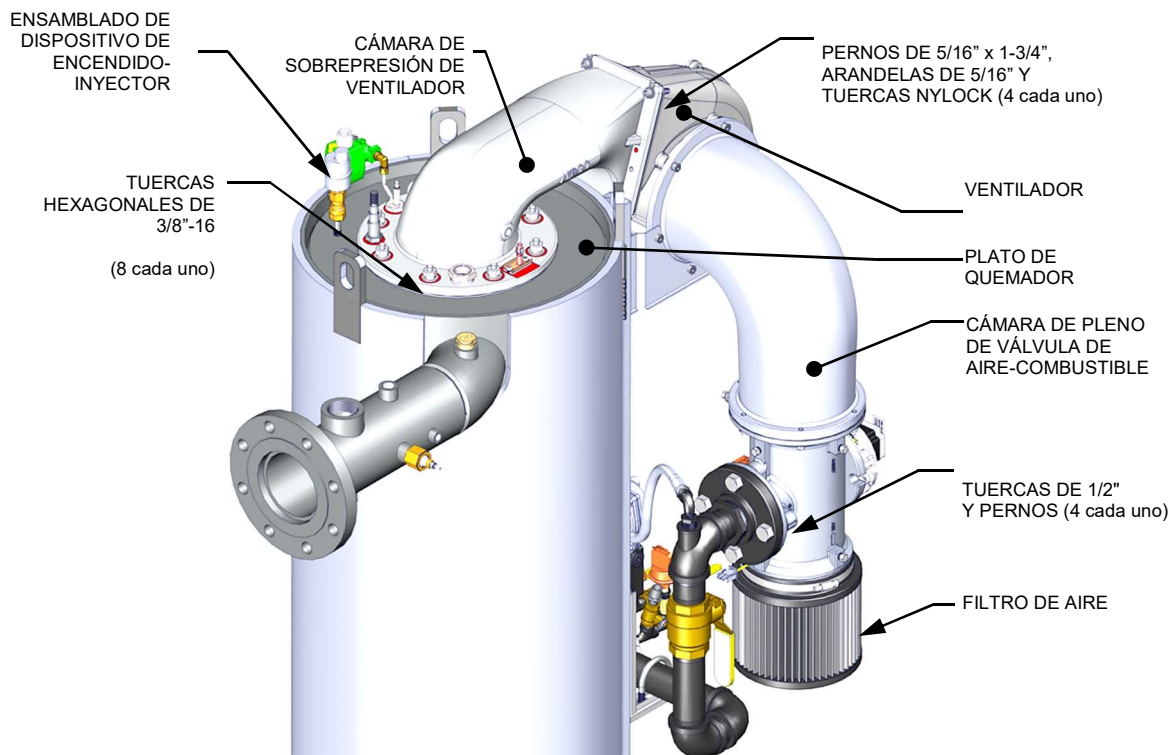
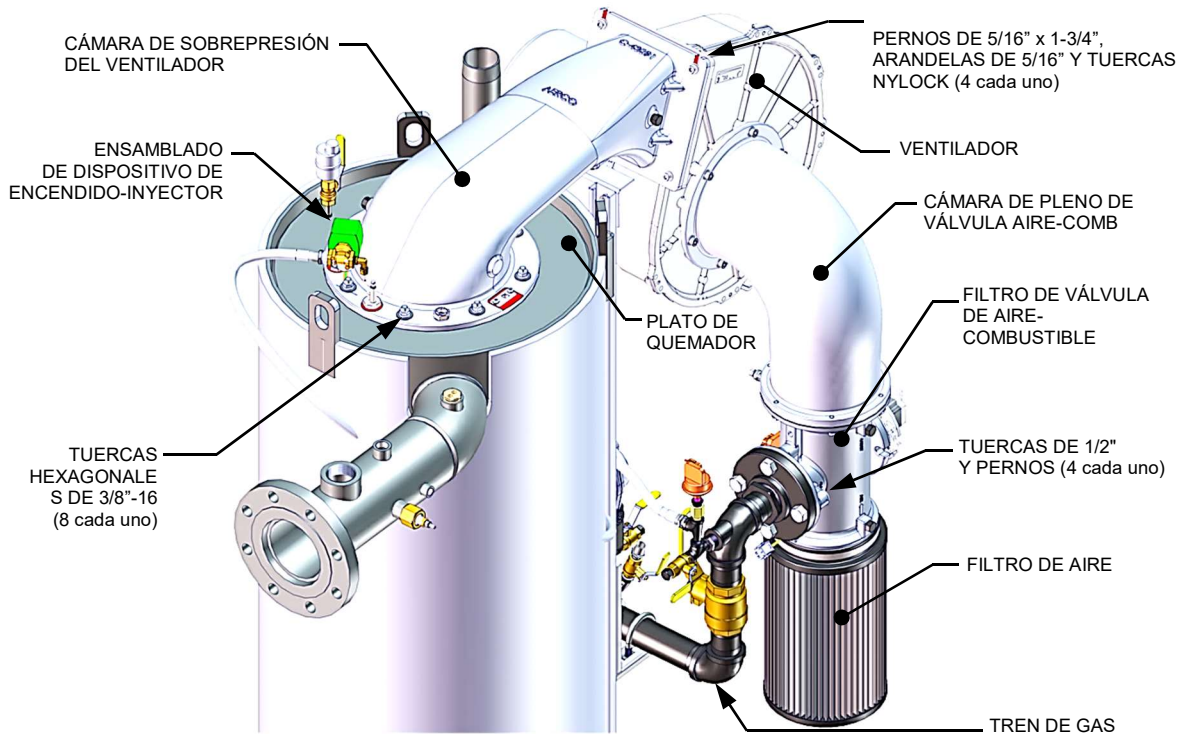

Figura 4-5a: Información de montaje de ensamblado del quemador de BMK 1500/2000
Figura 4-5c: Información de montaje de ensamblado del quemador de BMK 2500/3000
9. Afloje y retire cuatro pernos, arandelas y tuercas de 5/16 x 1-3/4" de la cámara de sobrepresión del ventilador, donde se une al ventilador. Vea la Figura 4-5a y 4-5b, para BMK 1500/2000, o la Figura 4-5c y 4-5, para BMK 2500/3000.
11. Retire las ocho (8) tuercas de 3/8-16 que unen la cámara de sobrepresión del ventilador al ventilador, usando una llave inglesa de 9/16". Vea la Figura 4-5a y 4-5b, para BMK 1500/2000, o la Figura 4-5c y 4-5, para BMK 2500/3000).